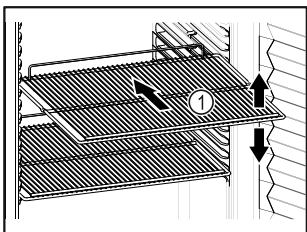

Fig. 53 Примерное изображение
- ❑ Если имеются решетчатые полки Fig. 53 (1), отрегулируйте высоту их установки.